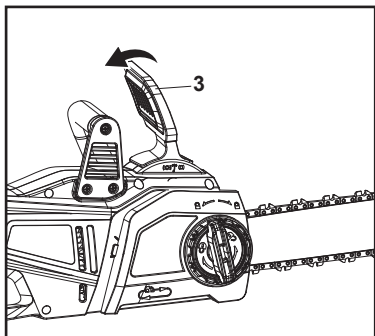

Fig. 14, travão da corrente desengatado
Travão da corrente desengatado: quando a alavanca do travão da corrente (3) está na posição desengatada, o produto pode ser utilizado normalmente (Fig. 14).